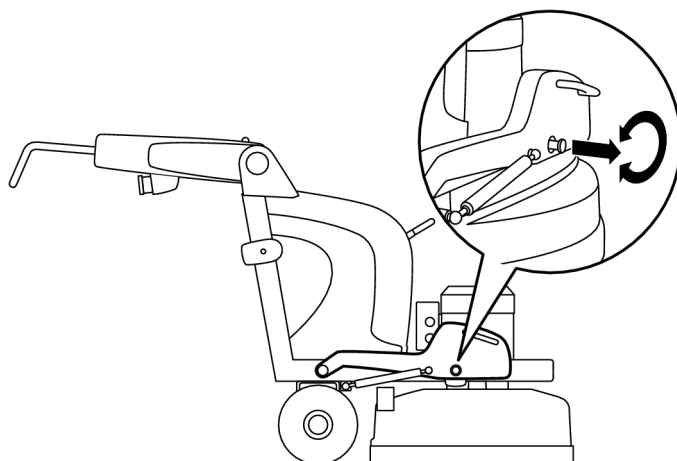

Рисунок 4-3. Грузы опущены вперед
- Вытяните каждый штифт и заблокируйте в вытянутом положении, повернув в направлении, указанном стрелкой, см. Рисунок 4-3, стр. 17.
Чтобы увеличить давление шлифования и за счет этого повысить его эффективность, опустите грузы вперед, см. Рисунок 4-3, стр. 17.